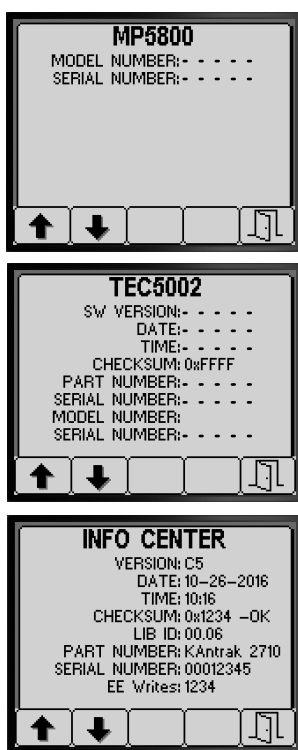

Figure 89
- Appuyez sur le bouton 1 ou 2 pour parcourir l'écran des données machine, l'écran des données des contrôleurs TEC ou l'écran des données de l'InfoCenter (Figure 89).